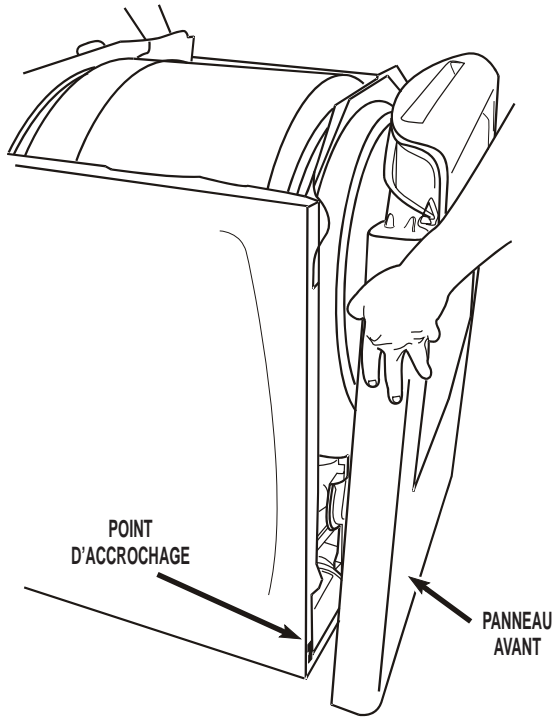

FIGURE 3
8. Soulever le panneau avant; décrocher le panneau avant aux deux points d'accrochage inférieurs; enlever le panneau. Voir Figure 3.